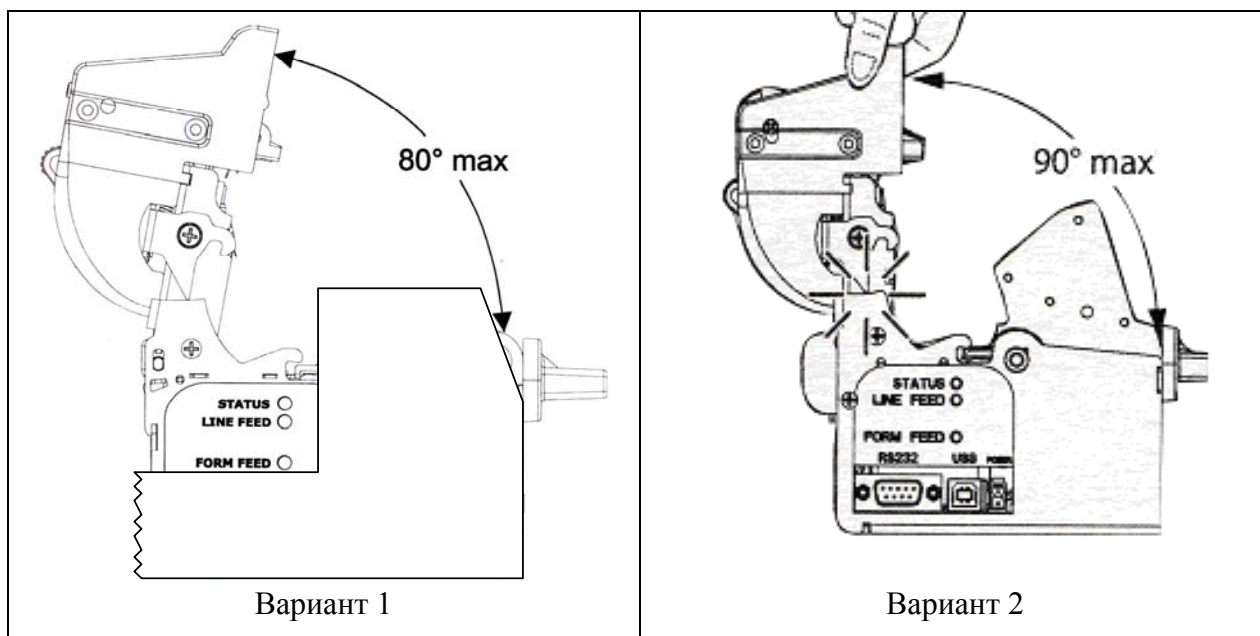

Рисунок 7.2 - Открытие крышки принтера
7.4.4 Чтобы получить доступ к механизму печати, следует открыть верхнюю крышку. Для этого нажать на рычаг подъема верхней крышки (позиция 4, Рисунок 6.2) и приподнять крышку, как показано на рисунке (Рисунок 7.2).